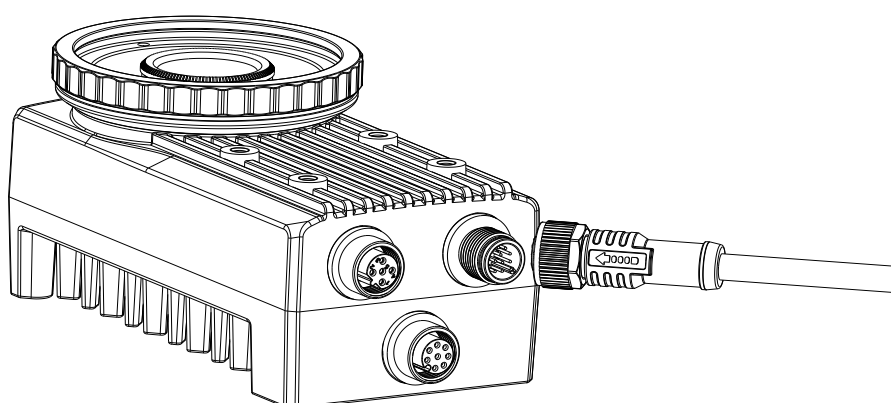

图2-7 相机 I/O 口接线
4. 使用 12-pin 电源及 I/O 线缆，按照正确的接线方法接在合适的电源适配器或开关电源上给相机供电，如图 2-7 所示，此为不含光源和镜头罩型号智能相机示意图。